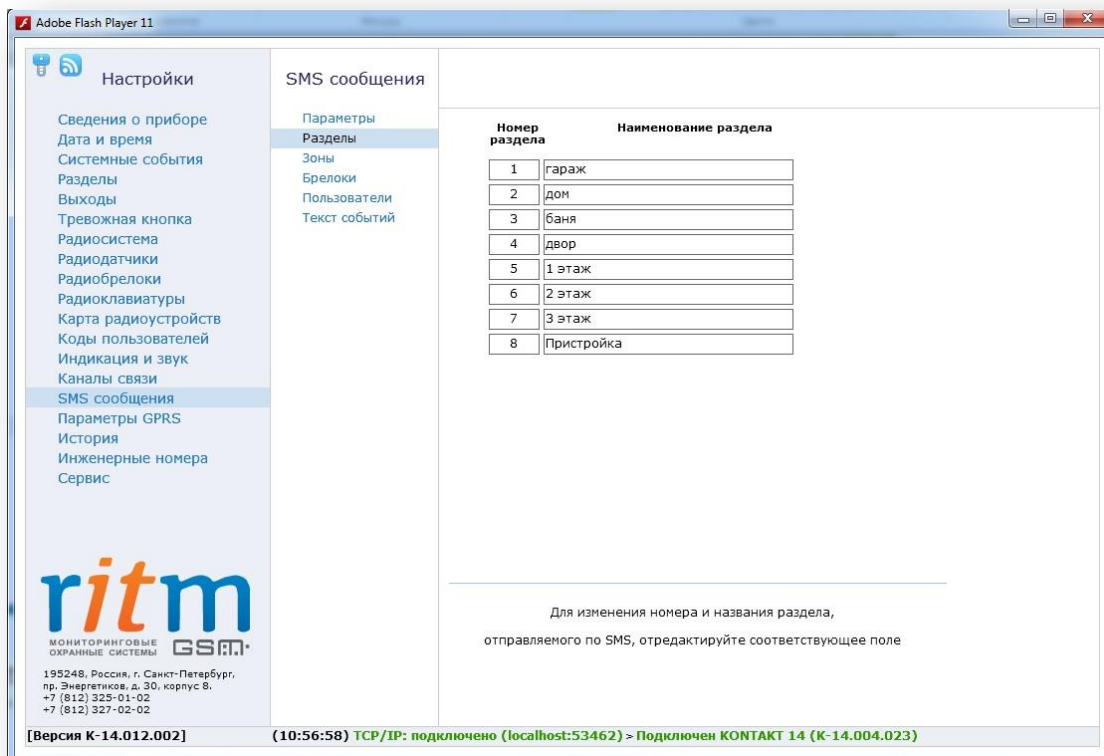

Рисунок 35. Страница настройки разделов SMS
2. «Разделы» (см. рис. 35)
На странице «Разделы» (см. рис. 35) присваивается наименование каждому разделу радиосистемы для текстового описания в SMS-сообщениях, т.е. вместо номера раздела в сообщении будет отображаться введённый здесь текст. Возможно назначение любых двузначных номеров разделов, но для корректной работы номер раздела на этой странице должен совпадать с номером, указанным на странице «Разделы». По умолчанию номера разделов указаны по порядку от 1 до 8.